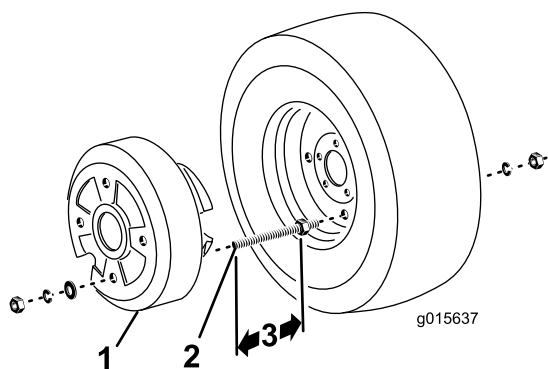

Figura 24
2. Acrescente 7,62–2,22 cm à medição obtida no passo 1. Esta é a dimensão “A” na Figura 24.
4. Insira as barras roscadas através de 2 orifícios opostos na jante e prenda-as no lugar com anilhas de bloqueio de ½ pol. e porcas hexagonais (Figura 24).
5. Coloque o peso da roda por cima das extremidades das barras roscadas e prenda-o com anilhas planas, anilhas de bloqueio e porcas hexagonais (Figura 24).